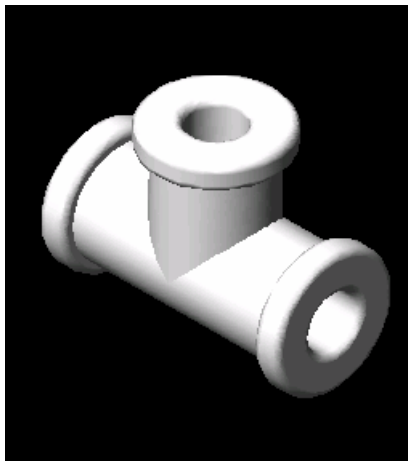

图 10-1-6
STEP 02 三通毛坯实体模型绘制完成后，可以对其进行消隐、着色处理即可。如图 10-1-6 所示。